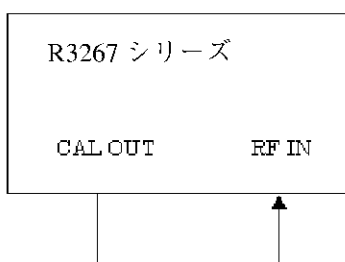

図 6-1 周波数偏位測定接続図
1. R3267 シリーズを図 6-1 のように接続します。